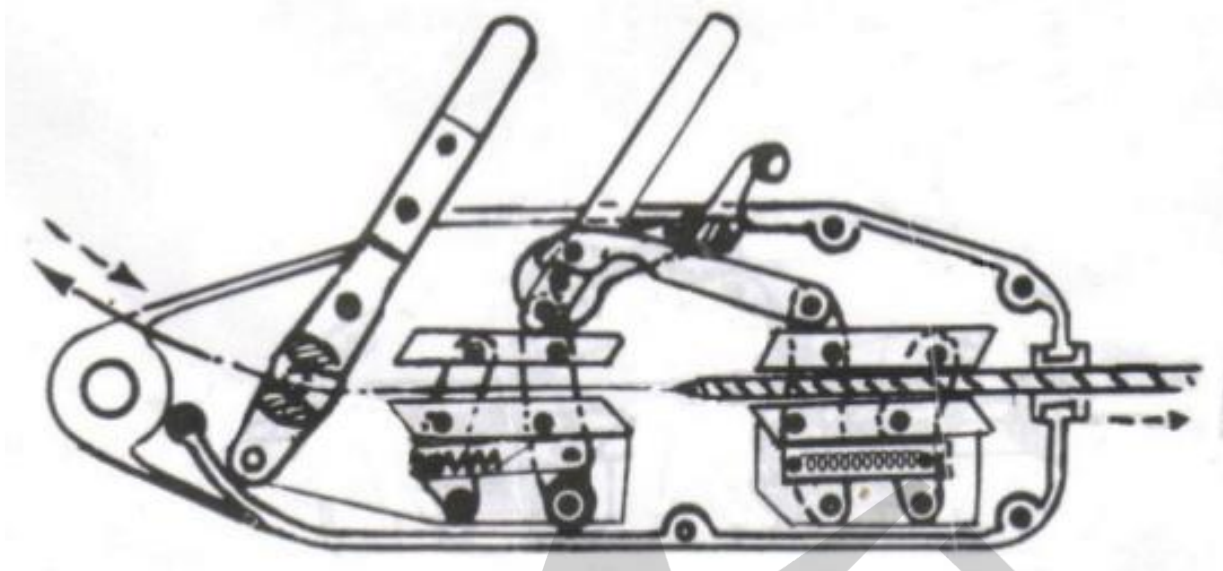

Рис.1 Конец троса входящий и выходящий.
2.1 Вставка троса. (Рис.1) Опустите конец троса и нажимайте на рычаг вперед-назад.
2.6 После окончания работы когда груз опущен и отсутствует натяжение троса, необходимо достать трос из лебедки. Для этого нужно нажать рычаг остановки, вытащить трос из лебедки. (Рис.1) В конце работы зубцы захватов раскроются сразу же, как только вы нажмете освобождающий рычаг, а затем трос выйдет из нижнего отверстия лебедки. Очистите трос от грязи, продуйте его и храните его в таком виде, чтобы он всегда был готов к работе. В конце работы отожмите назад рычаг, но не оставляйте захваты долго в открытом состоянии, так как от этого может испортиться рабочая пружина.